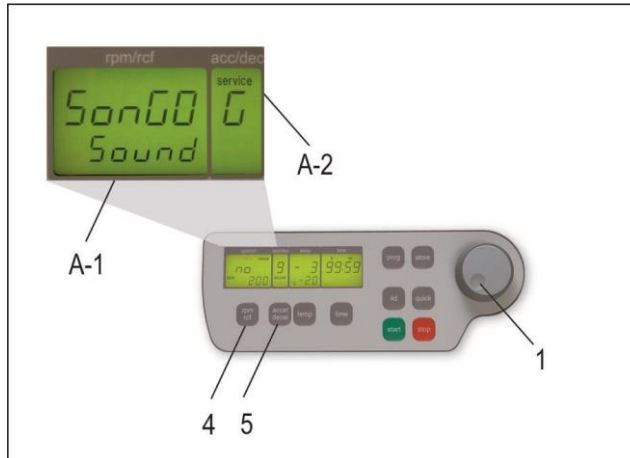

Abbildung 8
Öffnen Sie wie unter Punkt 1.8.1 beschrieben das Menü „Grundeinstellungen“. Danach drücken Sie die Taste „accel/decel“ (5). Im Anzeigenfeld „accel/decel“ (A-2) blinkt der Schriftzug „service“. Wählen Sie nun mit dem Einstellregler (1) den Buchstaben „G“. Daraufhin erscheint im Anzeigenfeld „rpm/rcf“ (A-1) der Schriftzug „SonGo/Sound“. Nachdem Sie die Taste „rpm/rcf“ (4) gedrückt haben, kann mit dem Einstellregler (1) eine Melodie unter Zahlen von 0 bis 9 ausgewählt werden. (siehe Abbildung 8). Nach dem Speichern kommen Sie durch kurzes Ausschalten der Zentrifuge wieder in den normalen Betriebsmodus zurück.
Öffnen Sie wie unter Punkt 1.8.1 beschrieben das Menü „Grundeinstellungen“. Danach drücken Sie die Taste „accel/decel“ (5). Im Anzeigenfeld „accel/decel“ (A-2) blinkt der Schriftzug „service“. Wählen Sie nun mit dem Einstellregler (1) den Buchstaben „b“. Daraufhin erscheint im Anzeigenfeld „rpm/rcf“ (A-1) der Schriftzug „ON/BEEP“. Nachdem Sie die Taste „rpm/rcf“ (4) gedrückt haben, kann mit dem Einstellregler (1) der Tastenton ein (On) oder ausgeschaltet (Off) werden. (siehe Abbildung 8).